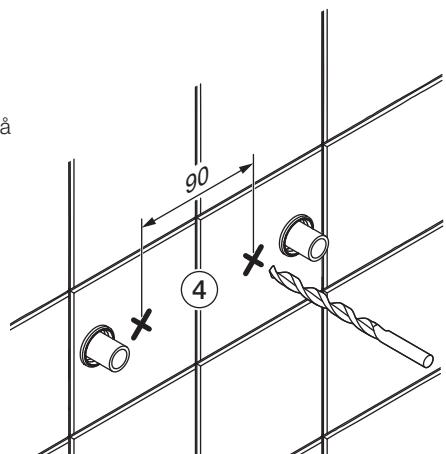

Fig. 1
Alla infästningar i våtzon 1 och 2 ska tätas, se "Fig. 1" eller "Fig. 2". Material för tätning ska fästa mot underlaget och vara vattenbeständigt, mögelresistent och åldersbeständigt.
4. The screw mountings should be of a sturdy design, for instance made of concrete, wooden studs, wooden nogging pieces or a design that has been tested and approved for mounting, e.g. pad design. All attachment points must be sealed. See "Fig. 1" or "Fig. 2". The sealant material must attach firmly to the underlying surface and be water-resistant, mould-resistant and non-ageing.
4. Skruinfestinger skal gjøres i betong eller annen massiv konstruksjon, trebjelker, trestendere eller i konstruksjon som er testet og godkjent for innfesting, f.eks. platekonstruksjon. Alle innfestinger skal tettes, se "Fig. 1" eller "Fig. 2". Materialer for tetting skal feste mot underlaget og være vannbestandig, muggresistent og aldersbestandig.